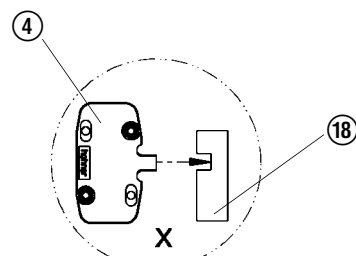

Abb. 19b
Beim Einbau des Heftkopfes mit dem Niederhalter ( - Abb. 19b -) auf die richtige Platzierung des Mitnehmers ④ in die Nut des Antriebbalkens ⑱ achten (Ansicht "X").